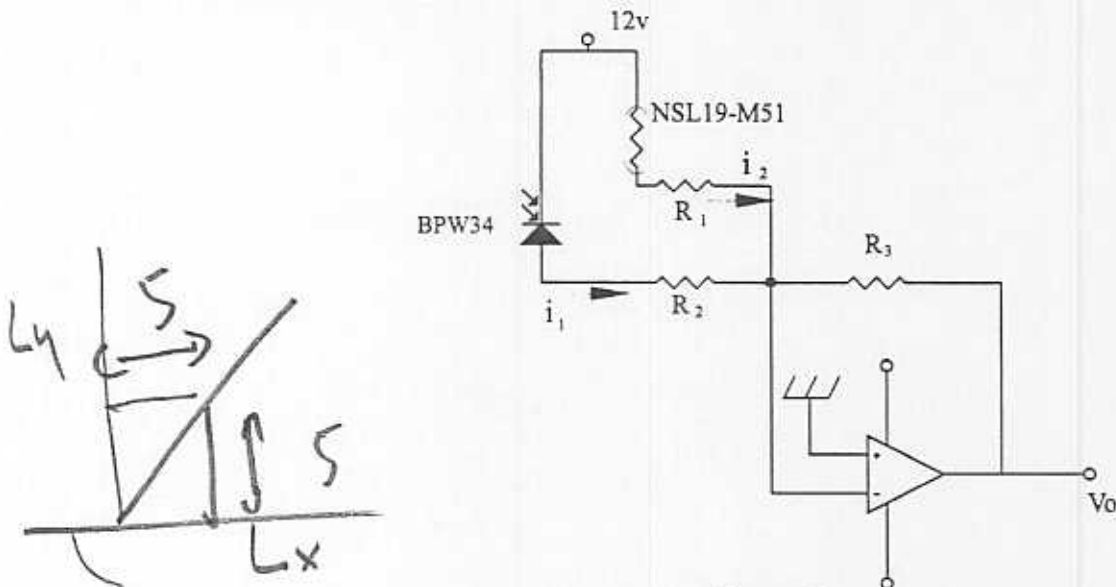

Figura 1
1. Se desea comparar las características de dos sensores de iluminancia: una LDR y un fotodiodo cuyas hojas de características se adjuntan. Para ello se propone el circuito sumador de la Figura 1 que permite obtener una salida proporcional a la suma de las señales de entrada.